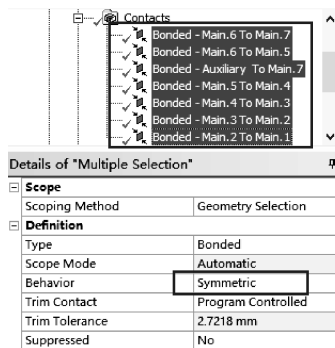

图 1-7 接触行为设置
(1) 在导航树上右键单击【Connections】→【Rename Based On Definition】，重新命名目标面与接触面。
(2) 选择所有接触对，单击【Details of “Multiple Selection”】→【Definition】→【Behavior】= Symmetric，其他默认，如图 1-7 所示。